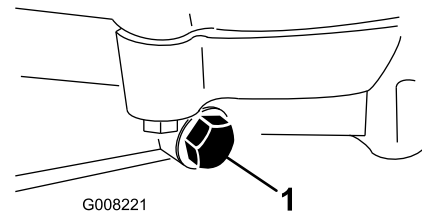

Bild 47
4. Stellen Sie eine Auffangwanne unter die Ablassschraube (Bild 47).